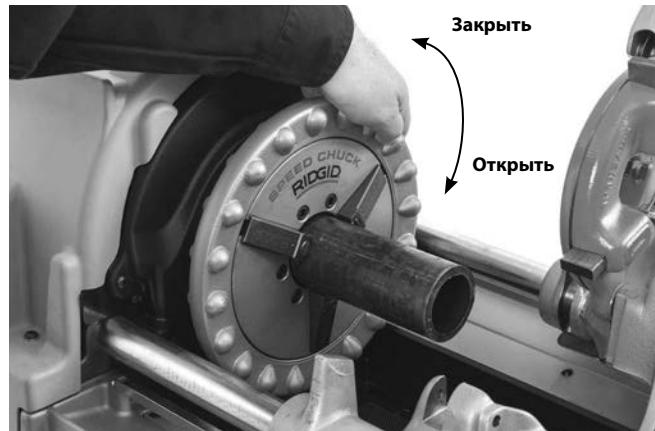

Рис. 16 – Закрепление трубы в зажимном патроне
Полностью откройте зажимные патроны резьбонарезного станка. На резьбонарезных станках с ручным зажимным патроном вращайте маховик переднего зажимного патрона по часовой стрелке (см. рис. 16). На резьбонарезных станках с автоматическим зажимным патроном передвиньте переключатель РЕВЕРС/ВЫКЛ/ВПЕРЕД (2/0/1) в положение РЕВЕРС (2), нажмите и отпустите ножной выключатель.
Поверните маховик переднего зажимного патрона против часовой стрелки (если смотреть с передней стороны станка Рис. 16), чтобы сомкнуть его на трубе. Проверьте, что труба отцентрирована во вставных губках. С помощью нескольких сильных оборотов ручного маховика против часовой стрелки закрепите трубу в переднем зажимном патроне.